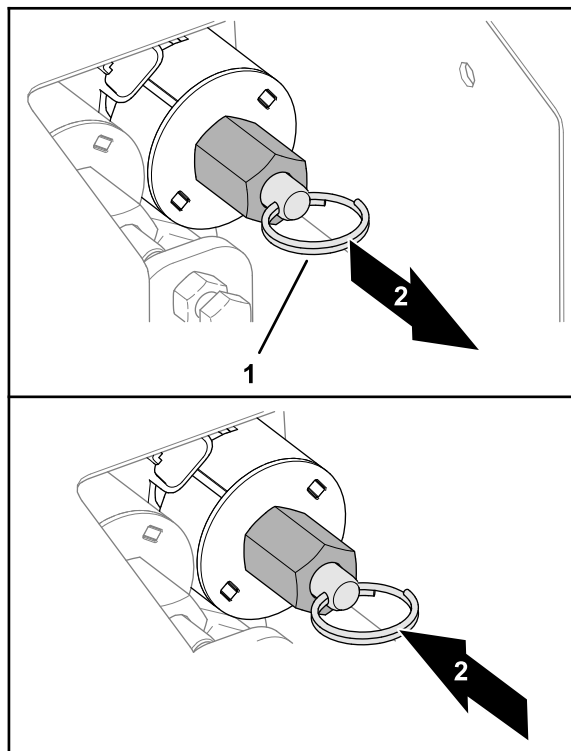

Figura 31
- Para descer a tremonha (Figura 31), puxe o aro da haste da válvula.
- Para subir a tremonha (Figura 31), empurre o anel de separação na haste da válvula.